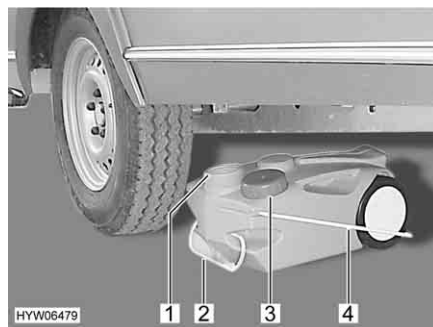

Fig. 142 Serbatoio delle acque grigie, mobile
- Chiudere l'apertura del serbatoio delle acque grigie (Fig. 142,1) con il coperchio (Fig. 142,3).
- Estrarre il serbatoio delle acque grigie tramite la maniglia (Fig. 142,2).
- Sollevare verso l'alto la maniglia da asporto (Fig. 142,4) e posizionare verticalmente il serbatoio delle acque grigie.